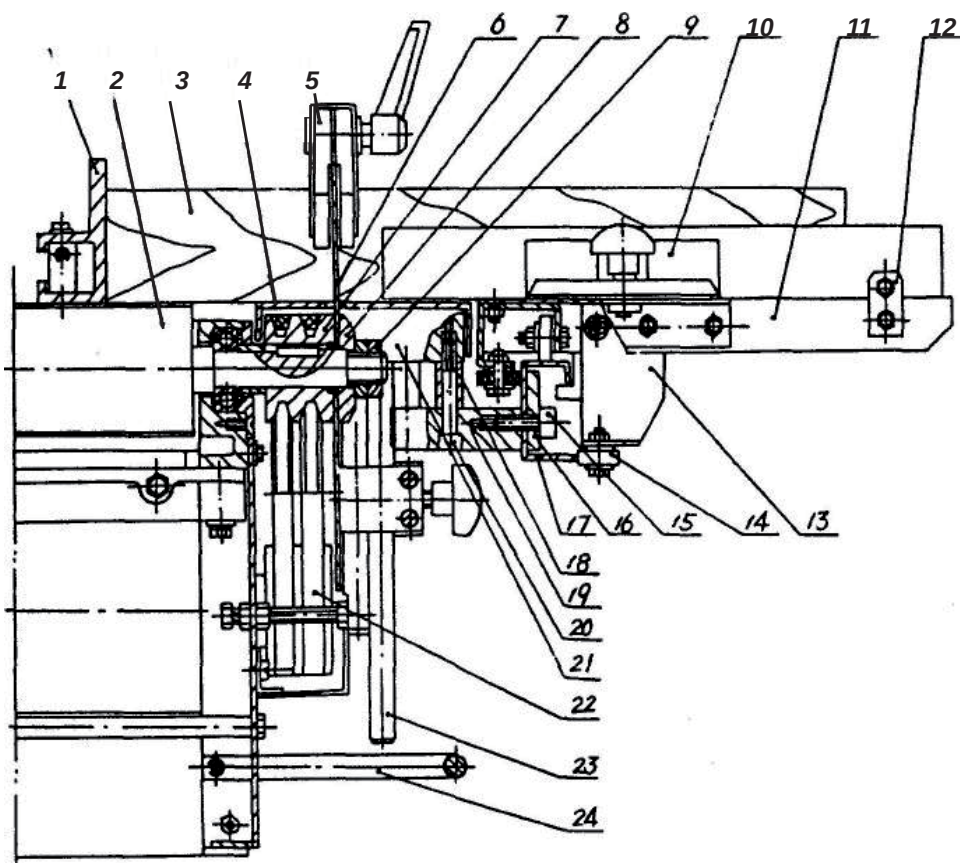

Рис. 4 Схема пильной части
#### Схема пильной части (Рис. 4)
- См. Рис. 4. Поместите отвертку в отверстие 12 ножевого вала 5, чтобы застопорить шпиндель, отвинтите гайку при помощи гаечного ключа, будьте осторожны, чтобы не повредить резьбу, снимите фланец, тщательно очистите фланец и пильный диск, чтобы они идеально подходили друг к другу, установите пильный диск на фланец, а затем установите их вместе со шпинделем, зафиксировав двойной гайкой, затем установите распиловочный стол, нижний кожух, и одновременно поставьте распиловочный стол на 0.5~1 мм выше заднего стола.